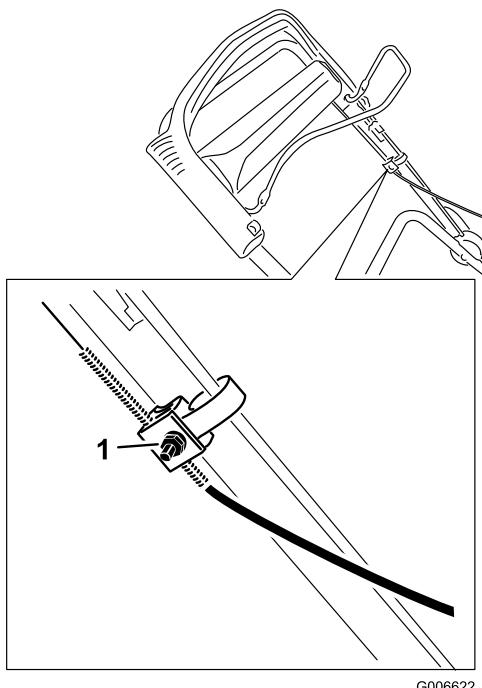

Figura 25
3. Allentate il dado sul serrafile per cavi (Figura 25).